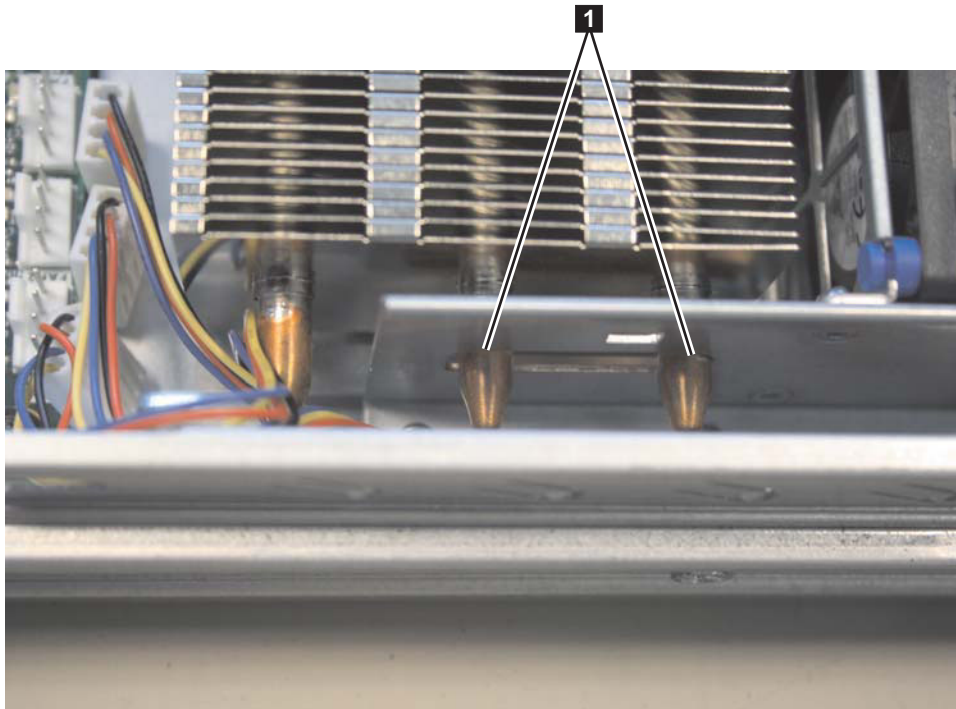

図 268. SAN ボリューム・コントローラー 2145-8A4 熱交換器アセンブリーの調整ピン
5. 熱交換器アセンブリが図示したような角度になるようにして、熱交換器アセンブリと、システム・ボード上のマイクロプロセッサおよび熱交換器の保持モジュール (ソケット) を注意深く位置合わせします。 303 ページの図 268 に示すように、位置合わせピン **1** が、位置合わせ穴 (熱交換器ブラケットの側面の開口部) から突き出ていること、およびヒートシンクのフランジが熱交換器ソケットのへりの下にあることを確認します。